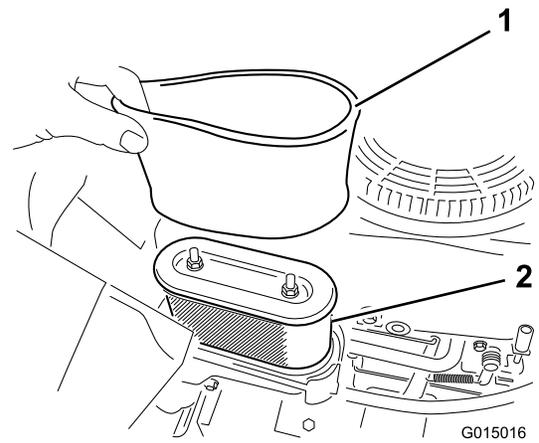

Figure 28
5. Retirez délicatement les éléments en mousse et en papier du boîtier du filtre à air (Figure 28).
1. Montez l'élément en mousse sur l'élément en papier (Figure 28).